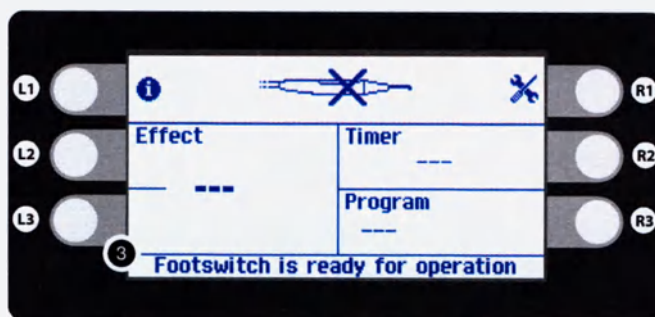

Рис. 7-2
Сообщения об ошибках также отображаются в сегменте (3) дисплея (см. рис. 7-2).